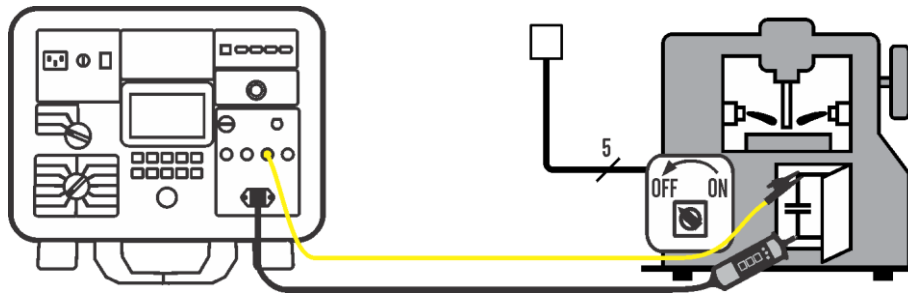

Abbildung 91: Anschluss für UREST-Messung, NICHT-LINEAR-Modus, Beispiel
- 9) Schließen Sie die Messleitungen gemäß Abbildung 91 auf Seite 108 an, siehe auch Menü HELP/ANSCHLUSS. Schalten Sie das Prüfobjekt ein, das grüne Netzsymbol wird angezeigt, wenn die Verbindung ordnungsgemäß hergestellt wurde und die Eingangsspannung UL/PE